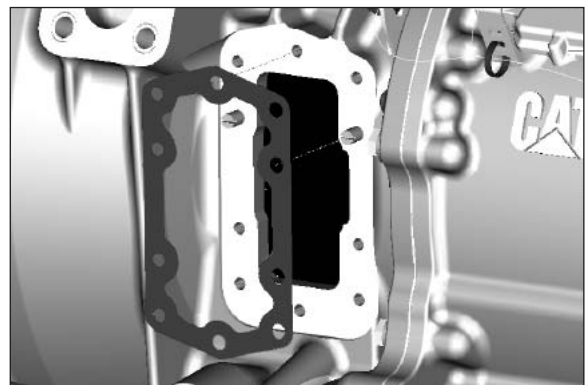

Abb. 4
4. Die Spezialdichtung auf den Führungsbolzen anbringen. Die gerippte Oberfläche muss nach außen, zum Installateur hin, zeigen (**Abb. 4**).